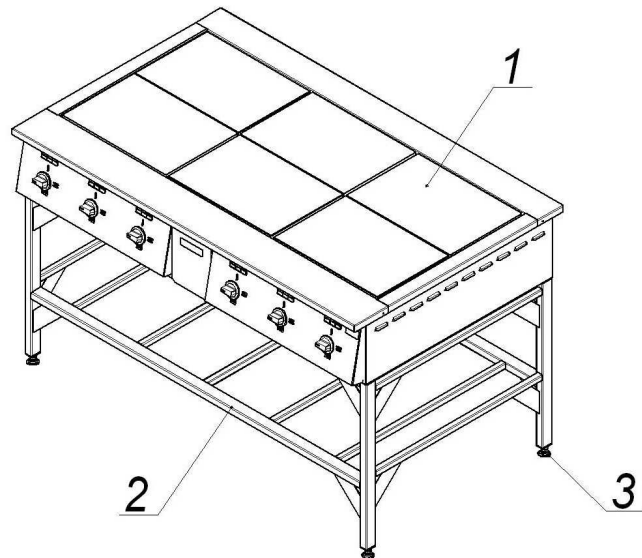
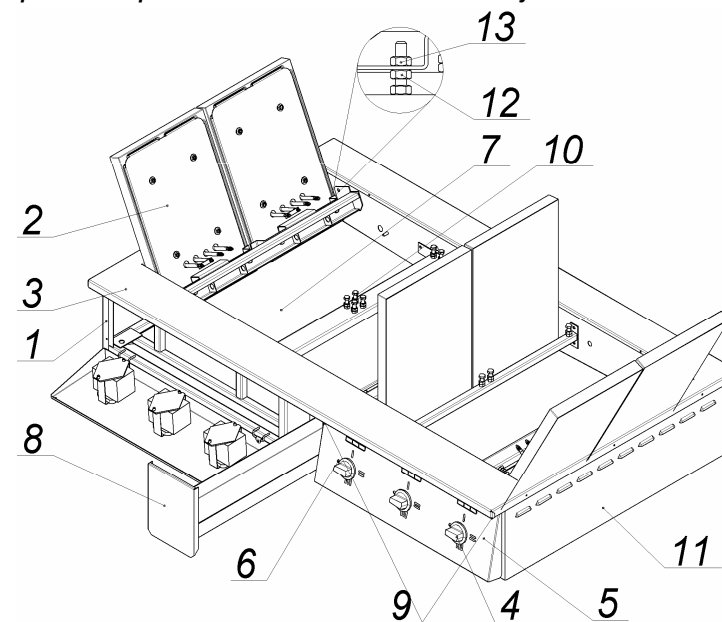

Рис.1
Рис. 2
4.3 Собственно плита (рис.2) установлена на каркасную раму (рис.1, поз.2) и состоит из каркаса (поз.1), с закреплёнными на нём шестью конфорками (поз.2), столом (поз.3), облицовочными (поз.11) и приборными панелями (поз.5).
- приборные панели (поз.5) с переключателями (поз.4) и сигнальными лампами (поз.6) могут быть открыты (см. рис.2), для чего необходимо вывернуть винты (поз.9), крепящие приборные панели к каркасу (поз.1) плиты.